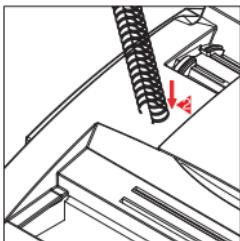

Figura-4
- Evitar utilizar espaldas metálicas de dimensiones no correctas. Usted puede medir la dimensión de la espalda metálica como enseñada en la figura -4.